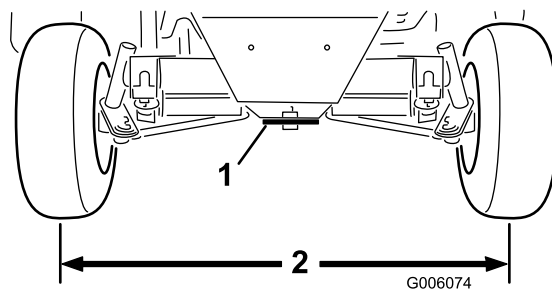

図 58
2. 両方のタイ・ロッドのジャム・ナットをゆるめる。右タイヤの中心線からと左タイヤの中心線までの距離が、タイヤの前後で等しくなるように、タイ・ロッドを回して調整する (図 58)。